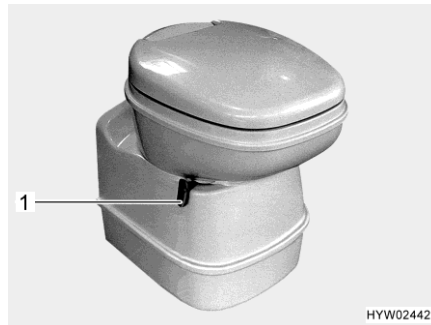

Fig. 180 Tazza del WC Thetford, orientabile
- Prima di tirare l'acqua, aprire il cursore della toilette Thetford. A tal fine girare la leva del cursore (Fig. 180,1) in senso antiorario.